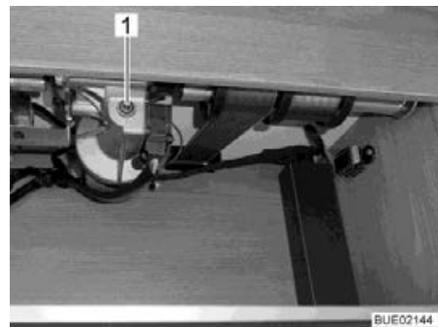

Bild 149 Zugang zum Antrieb
- Beiliegende Kurbel oder Innensechskantschlüssel in die Aufnahme am Motor (Bild 149,1) stecken.